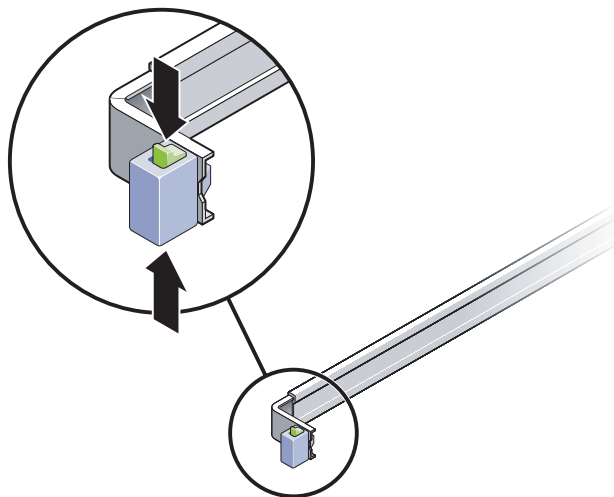

図 3-34 スライドレール構成部品のロックの解除
2. サーバーシャーシの右側および左側のスライドロックボタンのロックを解除して (図 3-34)、スライドレールが止まるまでサーバーをゆっくりとラックから引き出します。